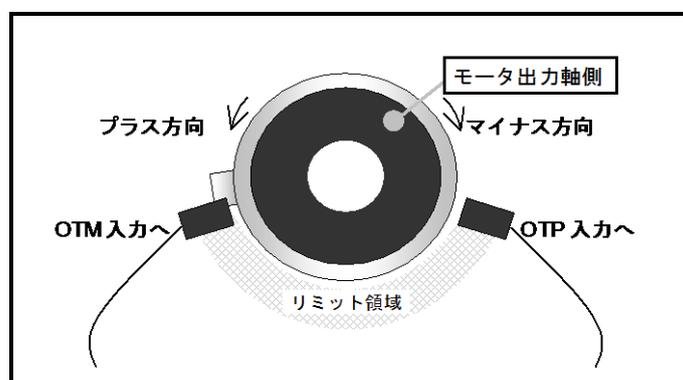

図 7-9：パラメータ DI1 の場合のリミット通知
- 特にパラメータ DI が DI1 の場合、ハードトラベルリミットとリミット検出の関係は特殊になります。座標のカウント方向と、トラベルリミットスイッチの関係は「図 7-9：パラメータ DI1 の場合のリミット通知」のようになります。